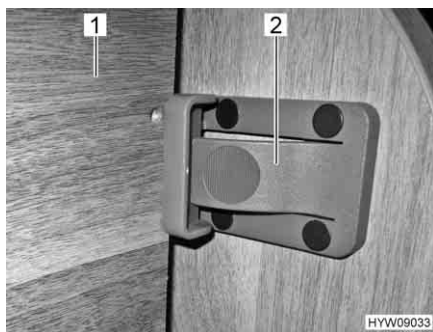

Fig. 38 Dispositivo di sicurezza anteriore
- Sollevare il letto (Fig. 38,1).
- Assicurare il letto alla parete del mobile con il chiavistello (Fig. 38,2).
- Premere il chiavistello (Fig. 38,2).